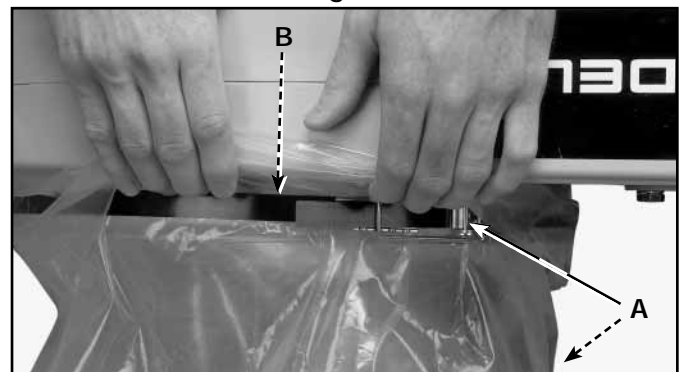

Fig. 10A
2. Insérer le bloc bride-sac plastique (A) fig. 10A, et serrer solidement la bride comme indiquée.